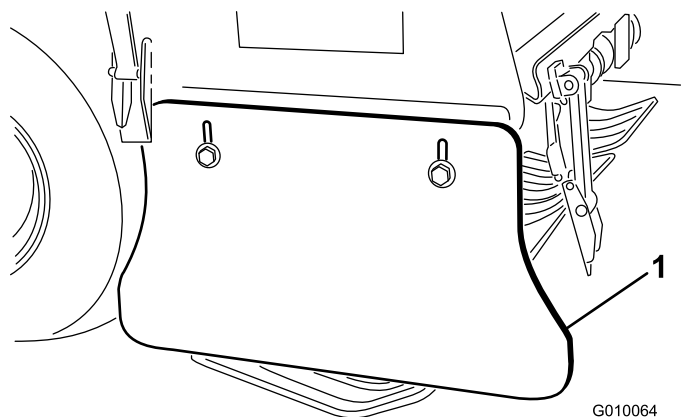

図 62
1. サイドシールドをフレームに固定しているボルトとナットをゆるめる (図 62)。